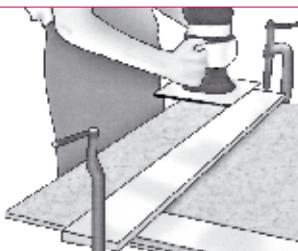

Fig. 2
- 10.3 Une autre possibilité est d'usiner chaque bord séparément, à l'aide d'un établi standard et d'un bord droit. **Fig. 2**. Fixez le premier morceau à l'établi et fixez le bord droit à la plaque pour que la défonceuse retire 1,5 mm au total. Poussez la défonceuse d'un mouvement lent et régulier, sans vous arrêter. Répétez l'exercice pour le deuxième morceau, puis vérifiez la précision du joint. Si les bords ne s'ajustent pas, usinez à nouveau un ou les deux bords. (Pour éviter toute différence d'alignement entre les deux morceaux, utilisez une mèche pour profil ondulée).